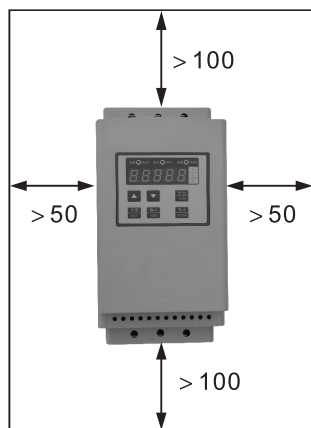
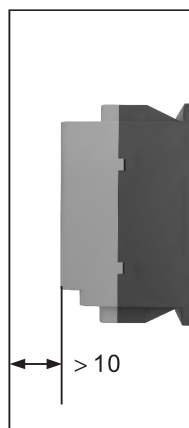

图3.1
图3.2
- 安装方向与距离: 为了确保软起动器在使用中具有良好的通风及散热条件, 软起动器应垂直安装, 并在设备四周留有足够的散热空间, 如图3.1、图3.2, 图中为允许的最小距离。